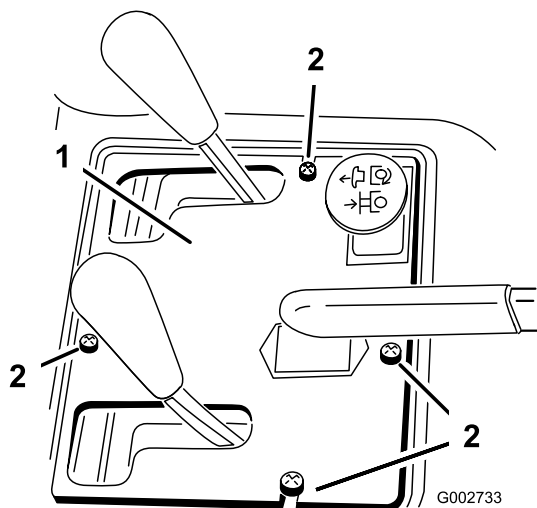

Рисунок 39
2. Снимите 4 винта, которые крепят панель управления к раме (**Рисунок 39**).